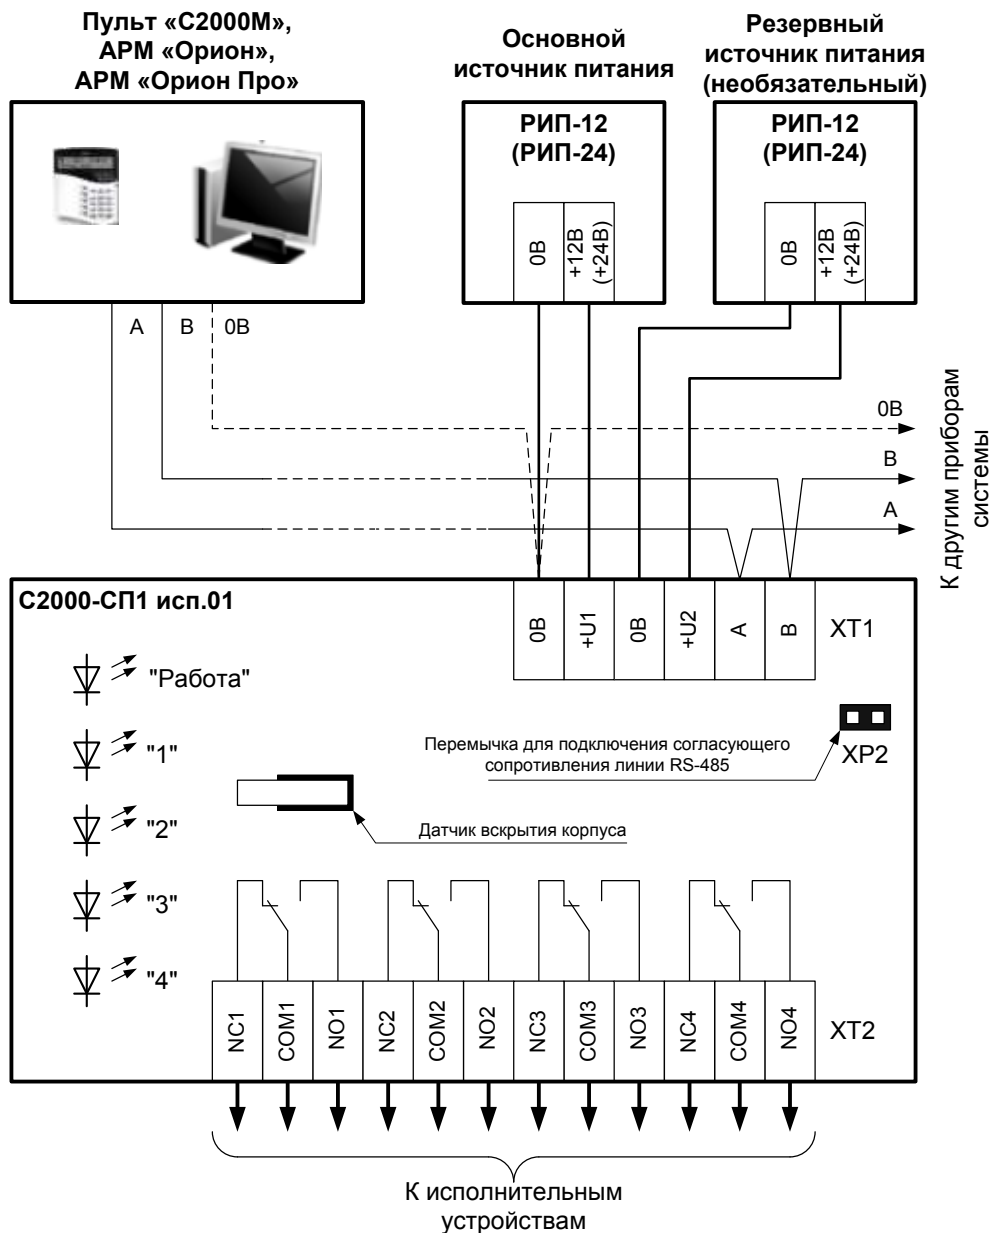

Рисунок 4. Схема внешних соединений блока
2.2 Монтаж соединительных линий производится в соответствии со схемой на рис. 4.
4.1.2 Если блок не является последним в линии интерфейса RS-485, удалите перемычку ХР2, расположенную на плате блока (см. рис. 4).